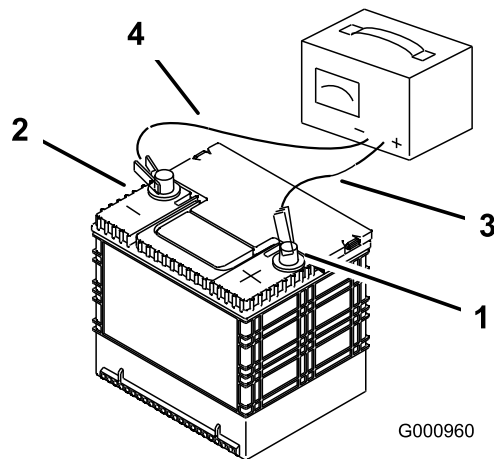

Figura 58
2. Quando a bateria estiver totalmente carregada, desligue o carregador da tomada elétrica e em seguida desligue os cabos do carregador dos bornes da bateria (Figura 58).